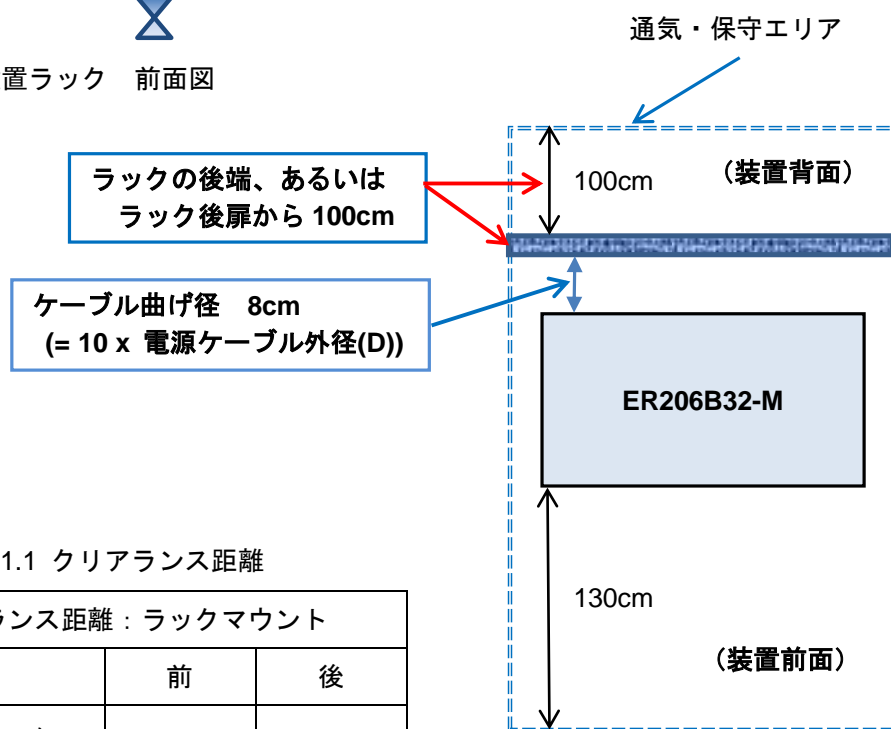

図 1.2 設置ラック 上面図
- ① 装置は段積み禁止です。上部に物を載せないでお使いください。
- ② 装置は付属品のレール、または同等の物にて支持してください。
- ③ 装置を他のサーバ等の上にじかに置かないでください。
- ④ 電源交換時の抜き差しは背面から行います。作業スペースを確保してください。
- ⑤ 図 1.2、表 1.1 に示す以上の空間を確保してください。